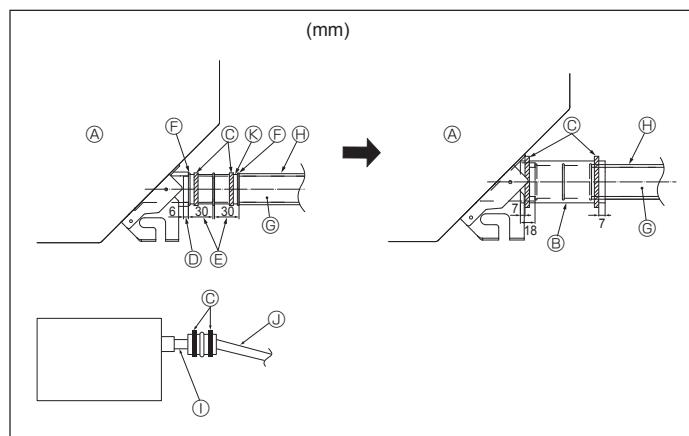

Fig. 5-2
- Die Ablaßmuffe (mit der Anlage geliefert) an den Dränageauslaß anschließen. (Fig. 5-2) (Das Rohr mit PVC-Kleber ankleben und dann mit einem Band sichern.)